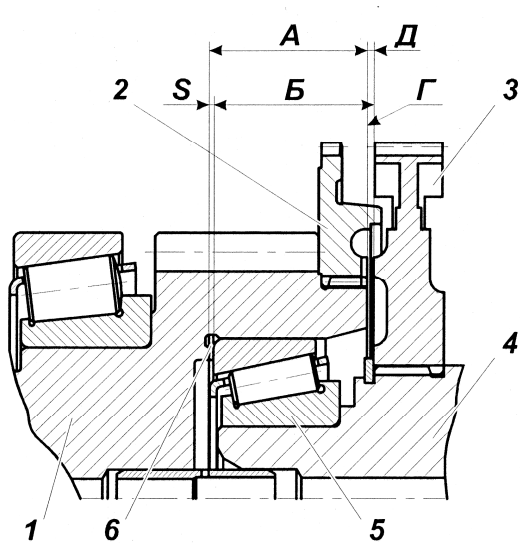

Рис. 23:
1. Подобрать необходимое количество установочных прокладок для обеспечения взаимного положения первичного и вторичного валов с монтажным размером $D=0,3$ мм (рис. 23), для этого: